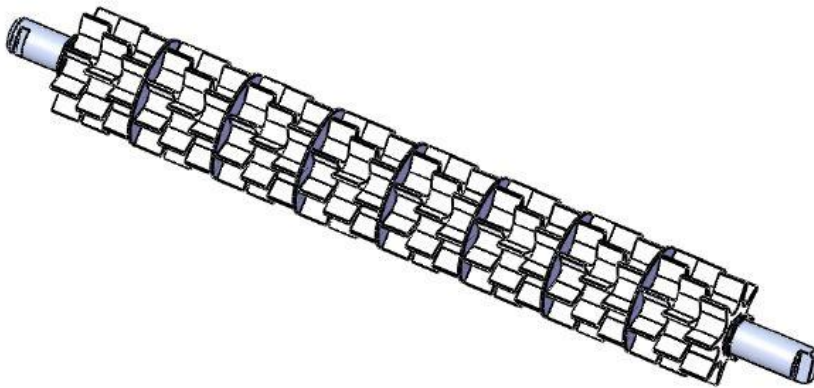

Abb.: 2
1 grobverzahnte Aussaatwelle mit Särädern (444) (Abb. 2)